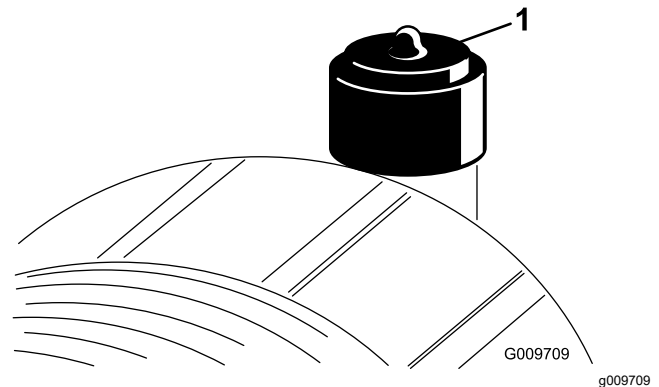

Figura 80
Revise el filtro del limpiador de aire únicamente cuando el indicador de mantenimiento (Figura 80) lo requiera. El cambiar el filtro antes de que sea necesario sólo aumenta la posibilidad de que entre suciedad en el motor al retirar el filtro.
2. Reinicie el indicador (Figura 80) si se ve rojo.